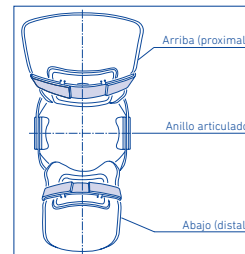

Fig. 3: Proyección hacia adelante
- Las dos almohadillas poplíteas (fig. 3) conforman un sistema de 4 puntos, p.e. en caso de inestabilidad (cajón) anterior.